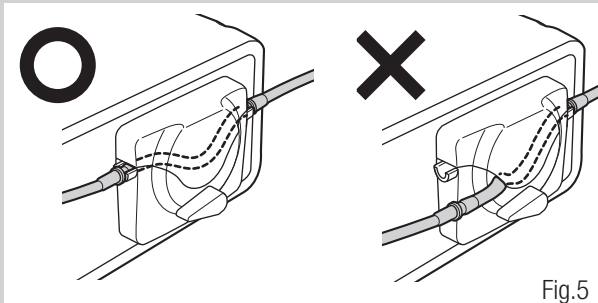

Fig.5
- Verificare che il tubo sia ben collocato sui rulli prima di chiudere il Coperchio della Pompa. Se il tubo non è posizionato correttamente sui rulli e il Coperchio è chiuso, il tubo potrebbe venire tagliato o torto. (Fig.5)